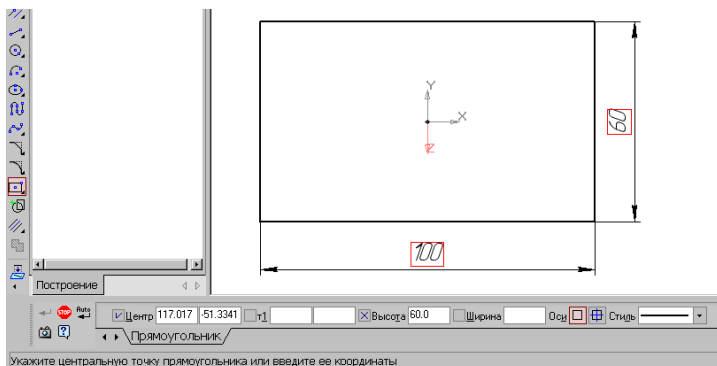
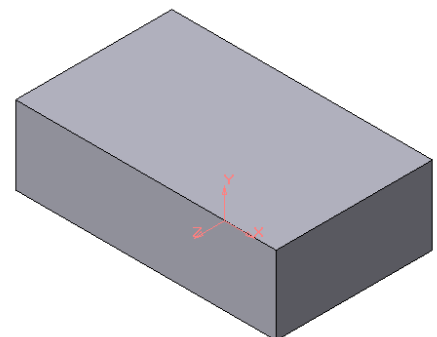

Рис. 3.6.1: Ескіз основи деталі «Основа»
Рис. 3.6.2: Модель основи
1. Створити документ «Деталь» . Вибрати площину проєкцій, на якій буде викреслений ескіз основи деталі. Для деталі «Основа» вибрати горизонтальну **Плоскість ZX**. Побудувати **Прямокутник по центру і вершині**  з висотою 60 мм і шириною 100 мм (рис. 3.6.1). Операцією **Выдавливания**  створюємо висоту основи 30мм (рис. 3.6.2).